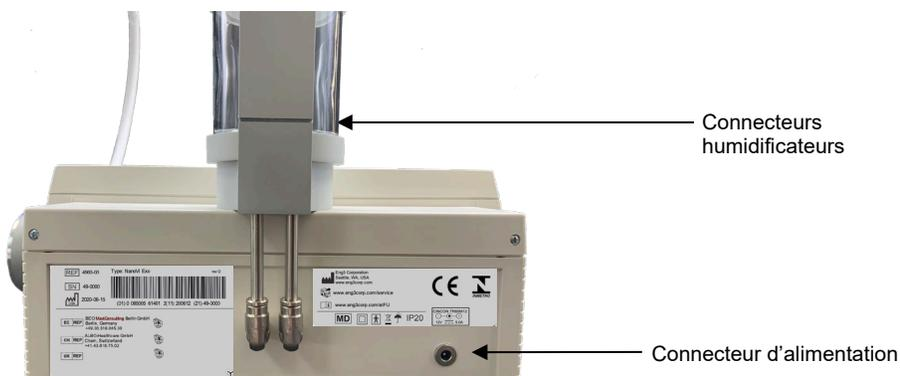

Fig. 1.2 : Vue arrière du dispositif NanoVi®
7. Connectez le cordon d'alimentation au bloc d'alimentation. Branchez le bloc d'alimentation sur l'appareil NanoVi®. Remarque Figure 1.2 pour localiser le connecteur d'alimentation à l'arrière du périphérique. Branchez le cordon d'alimentation sur une prise électrique.